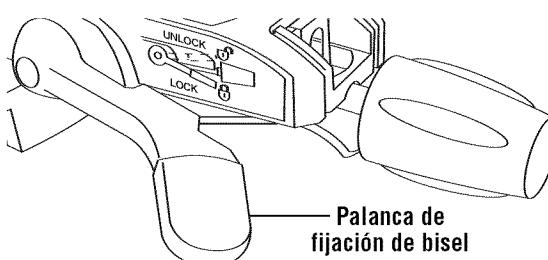

Figura 30.
- Suba la palanca de fijación de bisel hasta la altura de la mesa con la mano izquierda (Figura 30).
- Suba la palanca de fijación hasta la altura de la mesa con la mano izquierda (Figura 30).